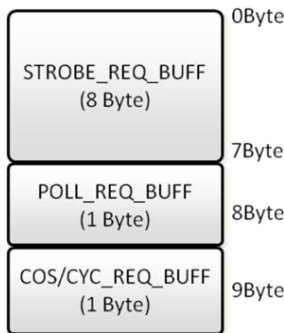

图 5.2 默认输出数据缓冲区
**例：**如图 5.2 所示，读取输出 POLL 缓冲区的 1 字节数据，地址偏移量为 8，长度为 1。应答为地址偏移量加实际数据，这里为 02。